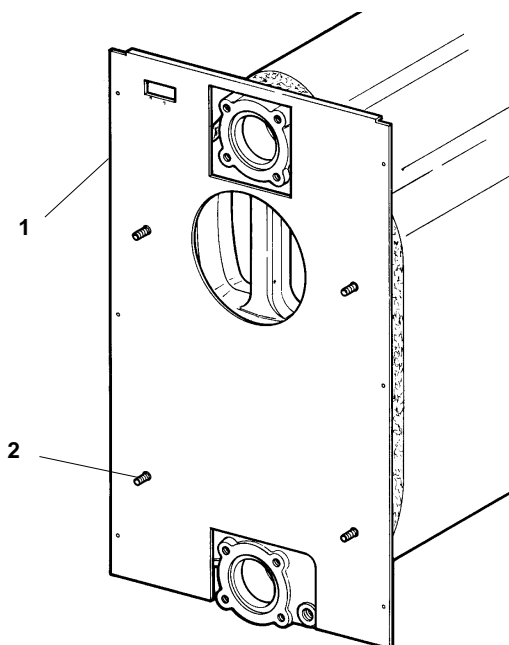

Рис. 7
4.03 (Рис. 7) Установить, но не прикреплять, заднюю панель 1 на штифтах 2.